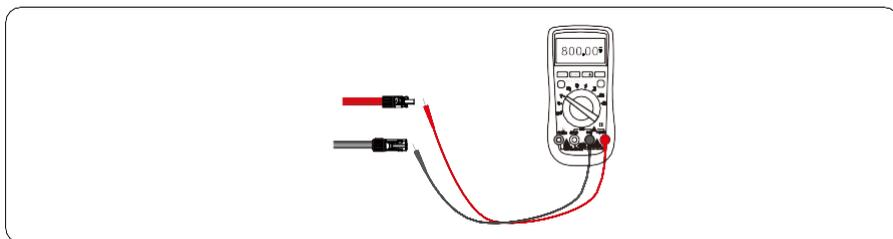

Figura 5.14 Comprobación del voltaje de cada entrada de strings
Paso 5 Mida la tensión de cada entrada de strings con un multímetro. Asegúrese de que las polaridades de los cables de alimentación de CC sean correctas, tal como se muestra en la figura 5.14.